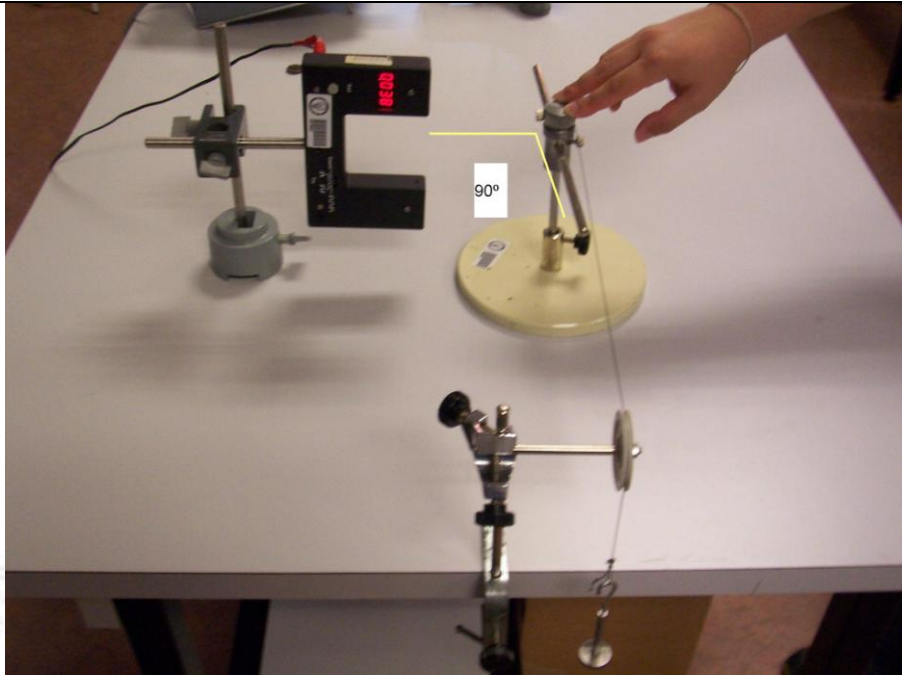

Figura 6.
Realizar el montaje de la Figura 6. Para ello enroscar la cuerda en el soporte de la varilla de manera que al soltarse la pesa observemos que realmente la varilla empieza a girar aumentando su velocidad. Comprobar que la varilla da varias vueltas antes de pararse, después de desenroscarse la cuerda.
- Para medir en $\theta = \pi/2$ ponemos en posición de ángulo recto la varilla y la puerta fotoeléctrica, como en la Figura 6. Activamos el trigger de la puerta (botón set) y soltamos la varilla, por lo que comenzará a girar con movimiento uniformemente acelerado. Cuando el extremo de la varilla llega a la puerta, el espacio angular recorrido es 90° y en ese preciso instante la puerta tomará la medida de $\overline{t_2}$, y de aquí se saca la velocidad lineal, $v(\theta = \pi/2)$.